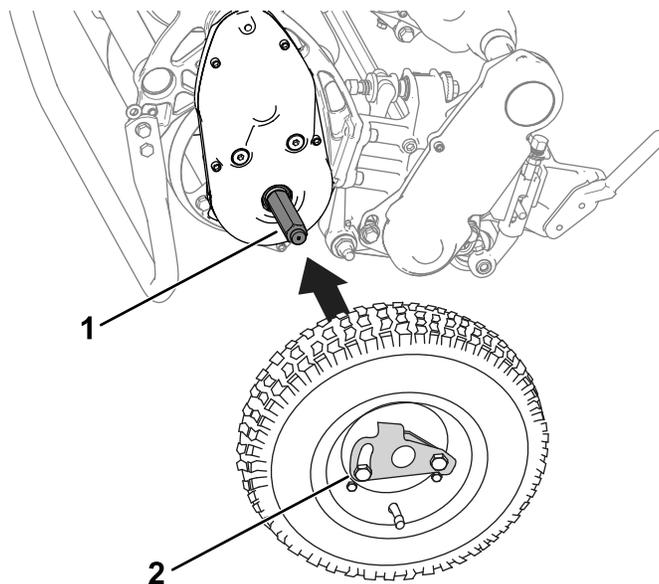

Figura 26
2. Deslice una rueda sobre un eje (Figura 26).
3. Gire el clip de retención de la rueda (Figura 26) alejándolo del centro de la rueda, dejando que esta entre más en el eje.